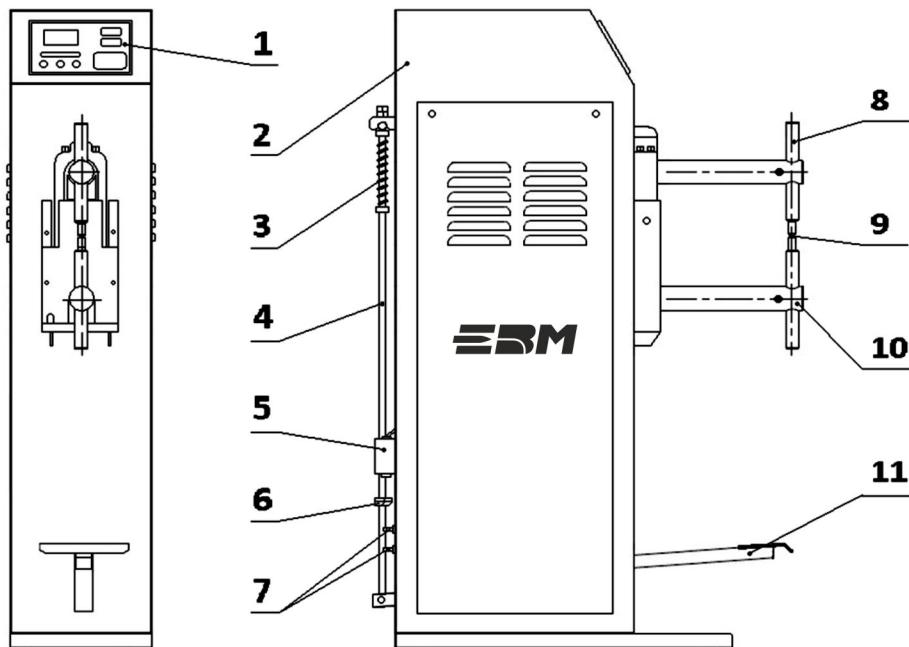
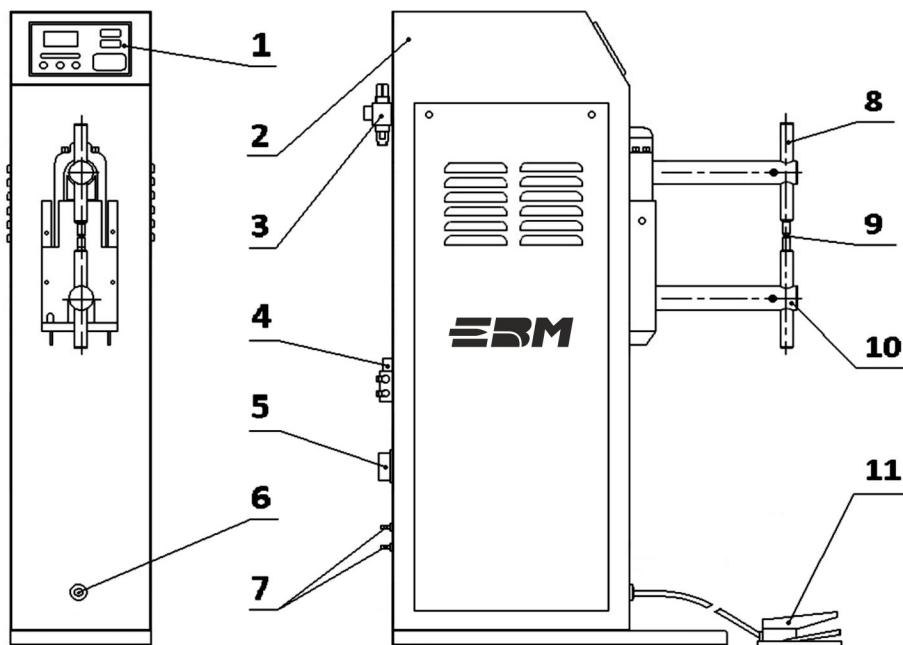

Рисунок 1 – Основные компоненты аппарата МТ-35
Рисунок 2 – Основные компоненты аппарата МТП-35
- Подключите гибкую трубку сжатого воздуха диаметром 9 мм. к разъему блока регулировки давления сжатого воздуха поз. 3 (рис. 2).
- Установите краны электроклапана подачи воздуха поз. 4 (рис. 2) в положение «открыто».
- Подключите трубы подачи и отвода воды к соответствующим разъемам поз. 7 (рис. 1, рис. 2), обеспечив герметичность соединения, используя подходящую стяжку или хомут.
- У модели МТП-35, при необходимости, отрегулируйте блок регулировки давления сжатого воздуха (поз. 3 рис. 2), чтобы замедлить опускание верхней консоли. Рекомендуется компенсировать замедление прижима консоли более длительным временем предварительного сжатия.